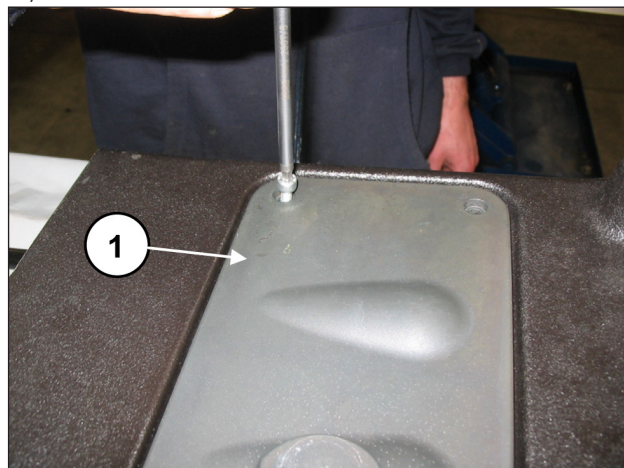
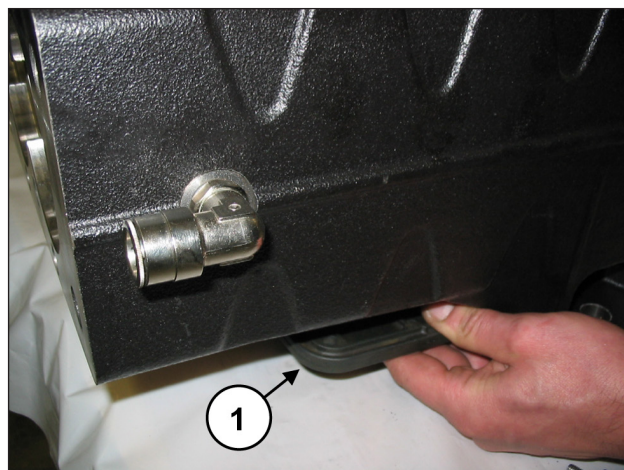

Fig. 120
Fig. 121
Remova a cobertura de inspeção superior (pos. ①, Fig. 120) e a cobertura de inspeção inferior (pos. ①, Fig. 121) soltando os 4+4 parafusos de fixação. Solte os anéis circulares e substitua-os, se for necessário.